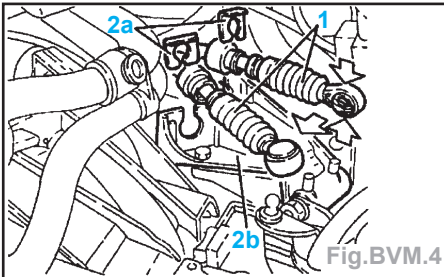

Fig. BVM.4
- Débrancher les câbles de sélection / enclenchement des vitesses (1) ; pour cela, pincer les pattes de fixation (Fig. BVM.4).